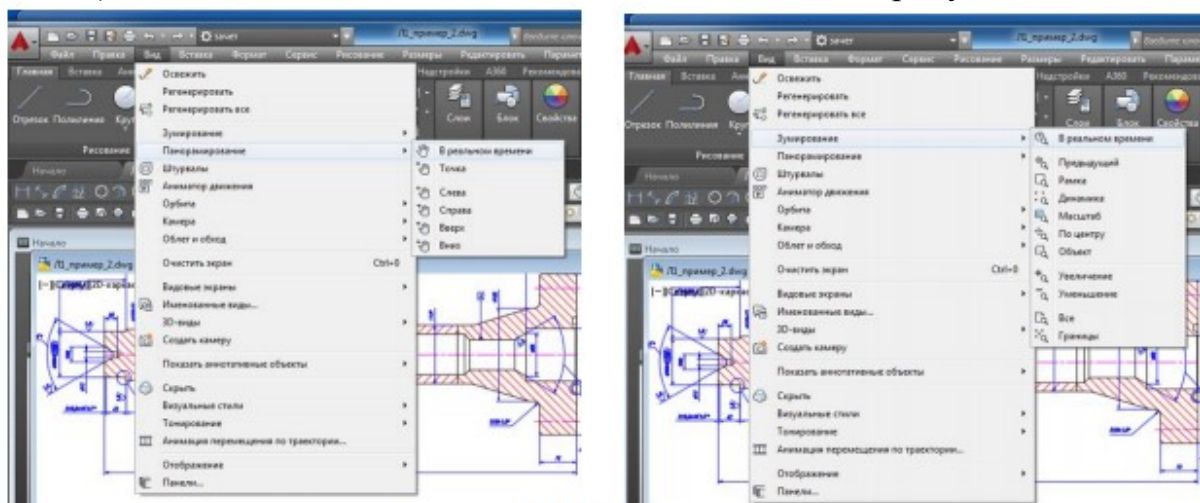

Рис. 5.
Команда ПАНОРАМИРОВАНИЕ перемещает границы видимой на экране части чертежа без изменения его масштаба, как бы передвигая экран монитора по его плоскости. Можно вызвать с панели навигации (рис.4), или из меню Вид ⇒ Панорамировать ⇒ В реальном времени (рис.5), или нажатием кнопки на панели Стандартная. Опции команды ПАНОРАМИРОВАНИЕ показаны на рисунке 5.
11.Познакомьтесь со средством AutoCADa, называемым "Штурвал", также позволяющим масштабировать и панорамировать изображение. Выберите в меню пункт Вид ⇒ Штурвалы (рис.5) или кнопку на панели навигации (рис.4). Штурвалом удобно пользоваться при работе с большими чертежами.